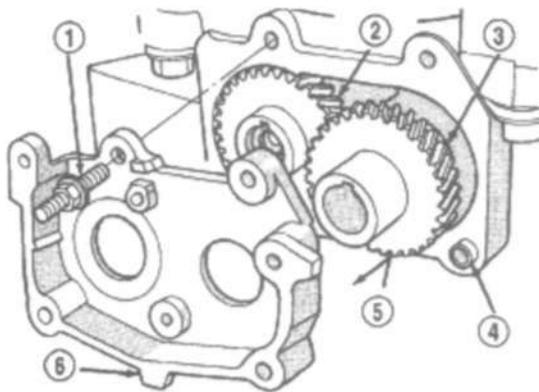

Рис. 115 Крышка шестерен и шестерни
- (6) Снять крышку шестерен картера и балансировочные валы (Рис.115).
- (7) Снять четыре болта крепления картера к картеру двигателя для отделения картера от основания двигателя.